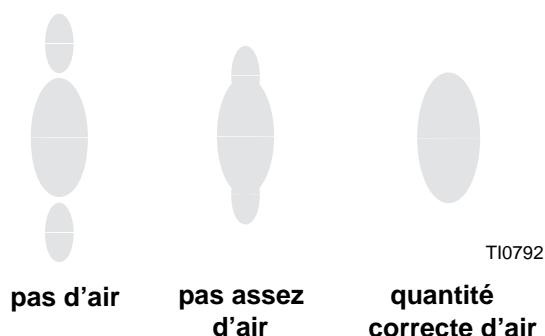

FIG. 11 : Jet correct
4. Ouvrez l'air d'atomisation et réglez la pression d'air à environ 70 kPa (0,7 bar, 10 psi). Contrôlez le jet et réglez la pression d'air jusqu'à ce que les queues soient complètement atomisées et intégrées au jet. Consultez la FIG. 11. Ne dépassez pas 0,7 MPa (7 bars, 100 psi) de pression d'air au pistolet.